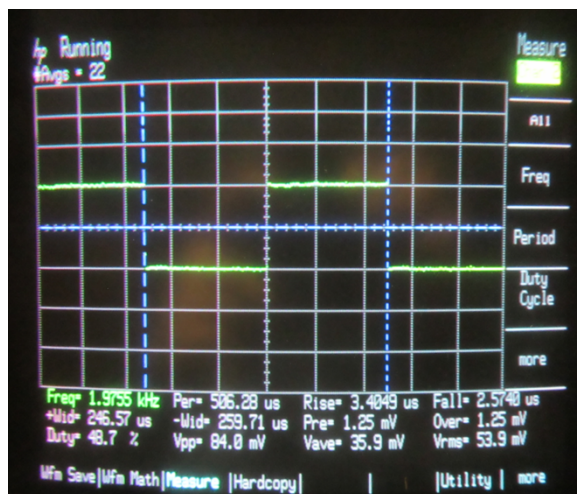

图 6. 54111D 自动显示测试信号的波形
笔者按照节 2.1 - 节 2.3 描述各个步骤所做的 HP 54111D 实验结果见图 6.
- 1) 在显示被测波形的图 6 中按最右边的<More>按钮。(图 7)